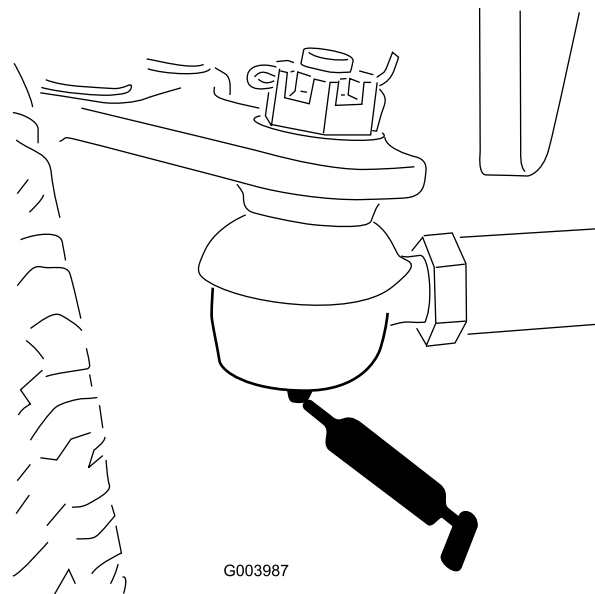

Figure 66
- Bielle de essieu arrière (2) (Figure 66).